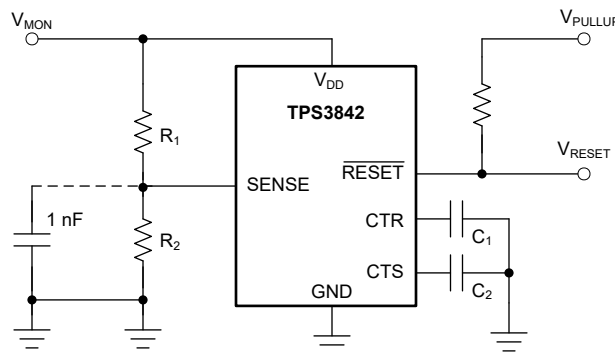

図 7-5. TPS3842A011DRLR を使用したユーザー定義のスレッシュホールド電圧の監視
図 7-5 に、外付け分圧抵抗を使用して、電圧スレッシュホールドを調整する方法の例を図示します。抵抗は、目標の電圧スレッシュホールドとデバイス部品番号に応じて計算できます。TI は、外付け抵抗デバイダを使用する場合は、700mV のスレッシュホールドオプションを使用することを推奨します。このバリエントは、外付け抵抗を使用する際の精度を向上させるため、内部抵抗ラダーをバイパスします。
たとえば、図 7-5 に示すように、TPS3842A011DRLR バリエントを使用しての低電圧 (UV) の有無を監視する 12V レール  $V_{MON}$  を考えてみます。監視対象の UV スレッシュホールド ( $V_{MON-}$ ) は、デバイスがリセットをアサートする目的の電圧です。この例では、 $V_{MON-} = 5.8V$  です。低電圧 RESET をアサートするには、SENSE ピンの電圧  $V_{SENSE}$  が入力スレッシュホールドの負の電圧  $V_{ITN}$  と同等である必要があります。この例では、 $V_{SENSE} = V_{ITN} = 0.7V$  です。 $R_1$  と  $R_2$  を使用すると、 $V_{MON-}$  と  $V_{SENSE}$  の関係を式 1 に示します。 $R_1 = 100k\Omega$  と仮定し、 $R_2 = 13.7k\Omega$  として計算できます。